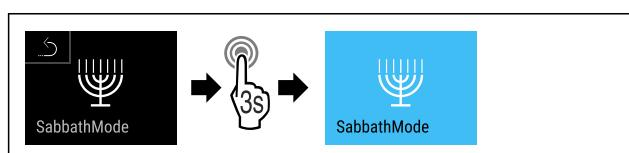

Fig. 14
- Efectuați pași de acțiune (vezi Fig. 14).